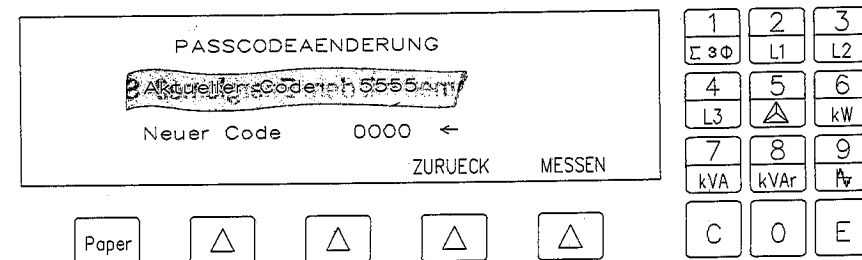

Abb. 3.40
- Mit [1] kann er den Erkennungscode ändern; es erscheint eine Seite wie in Abb. 3.40, und der Bediener wird aufgefordert, einen neuen Code einzugeben.